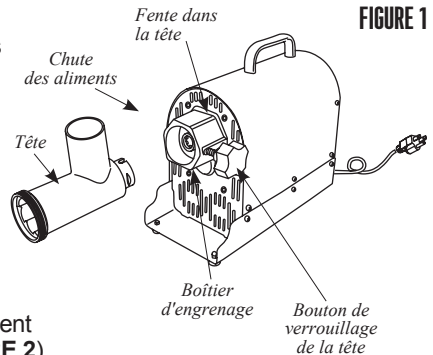

FIGURE 1
1. Insérer la tête dans le boîtier d'engrenage avec la chute des aliments faisant face toute droite. Il faut aligner la fente de la tête avec la goupille à l'intérieur du boîtier d'engrenages. S'assurer que la tête est correctement logée dans le boîtier d'engrenages (**FIGURE 1**).